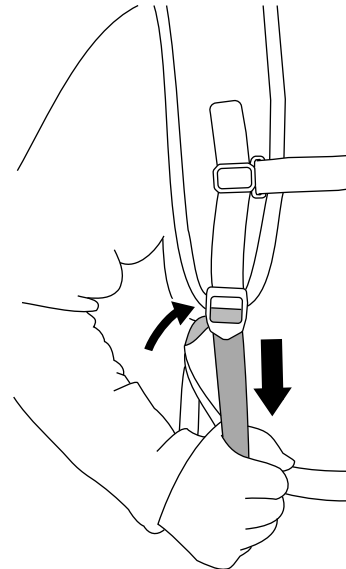

Figure 6
3. Tirez le dispositif de réglage des courroies d'épaules jusqu'à ce qu'elles soient bien ajustées (Figure 6).